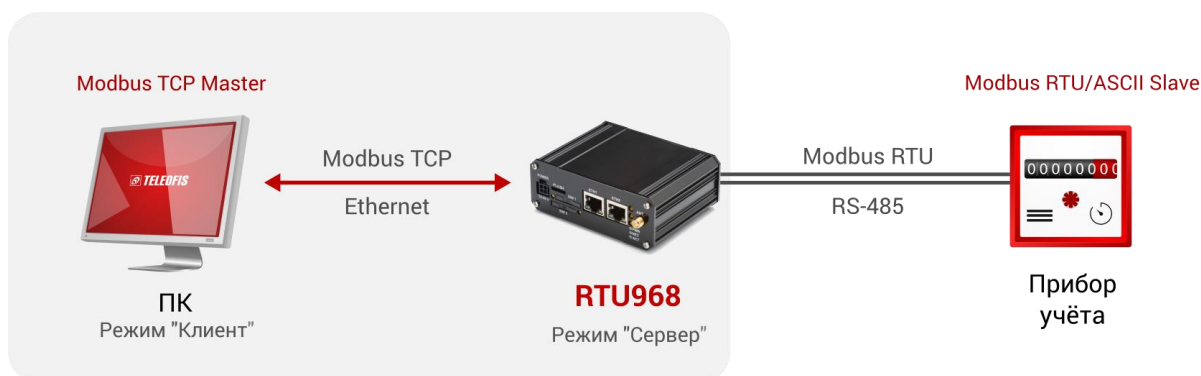

Рис. 15. Роутер RTU в режиме Сервер.
- Пример 1.** В этом случае роутер с подключенным к нему последовательным устройством работает в режиме Сервер, а удалённый ПК подключается к нему как Клиент (Рис. 15). Компьютер (Modbus Master) отправляет на роутер запрос Modbus TCP. Роутер преобразует пакет в Modbus RTU и передает запрос прибору учёта (Modbus Slave). Полученный ответ роутер преобразует в пакет Modbus TCP и отправляет на ПК по Ethernet.